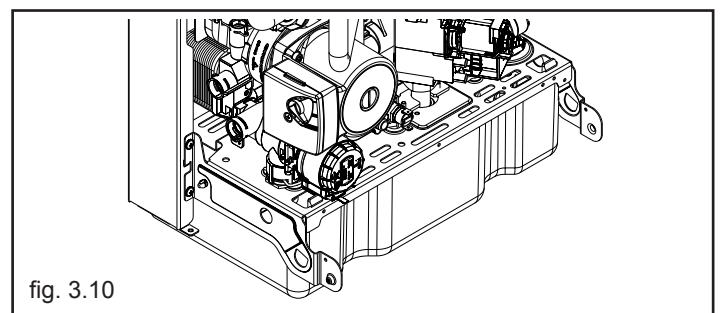

fig. 3.10
- agganciare la copertura stessa come indicato in fig. 3.10
- premere sulla copertura liberando i ganci che la tengono in posizione (fig. 3.10)